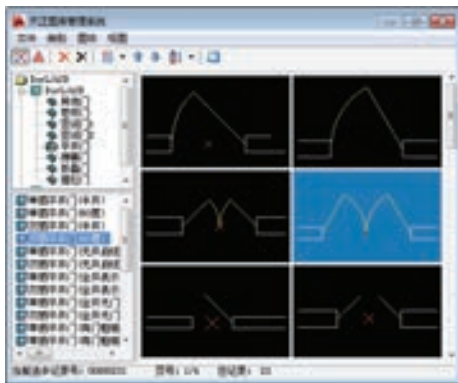

图 15-14 选择门的二维样式
3) 双击样式图标，返回“门”对话框，单击对话框中间的二维样式预览框，选择门的二维样式，如图 15-14 所示。